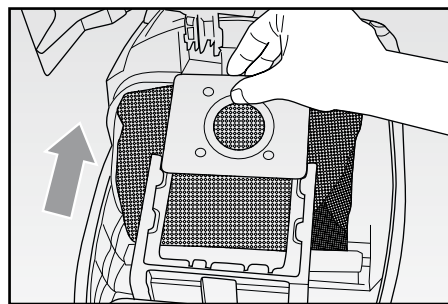

Fig. 9
- Estrarre il sacchetto, prestando attenzione a non strapparlo, fare scivolare la parte di cartone rigida o in plastica nel caso di sacchetto in tessuto, nelle apposite guide (FIG. 9). Gettarlo nel bidone della spazzatura nel caso di sacchetto in carta, oppure svuotarlo ed eventualmente lavarlo con acqua e detergente neutro nel caso di sacchetto in tessuto.
- Rimuovere il sacchetto (FIG. 9).